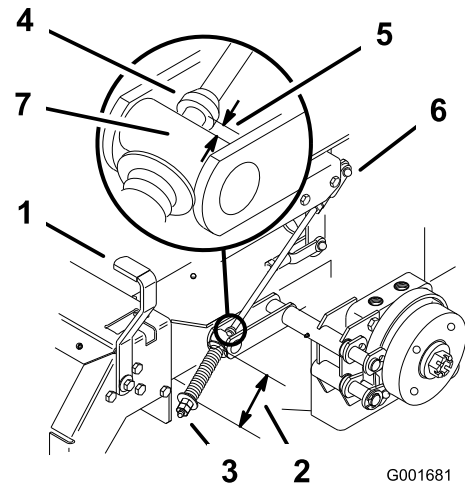

Figure 43
2. Mesurez la longueur du ressort ; les rondelles doivent être distantes de 74 mm (Figure 43).
- A. Desserrez l'écrou de blocage situé sous le ressort et serrez l'écrou directement au-dessous de la chape (Figure 43).
6. Mesurez la distance entre le galet de tourillon et le collier sur la tige de frein. Elle doit être comprise entre 5 et 7 mm (Figure 43).
- B. Tournez les écrous de réglage inférieurs jusqu'à obtention de l'écart voulu (Figure 43).